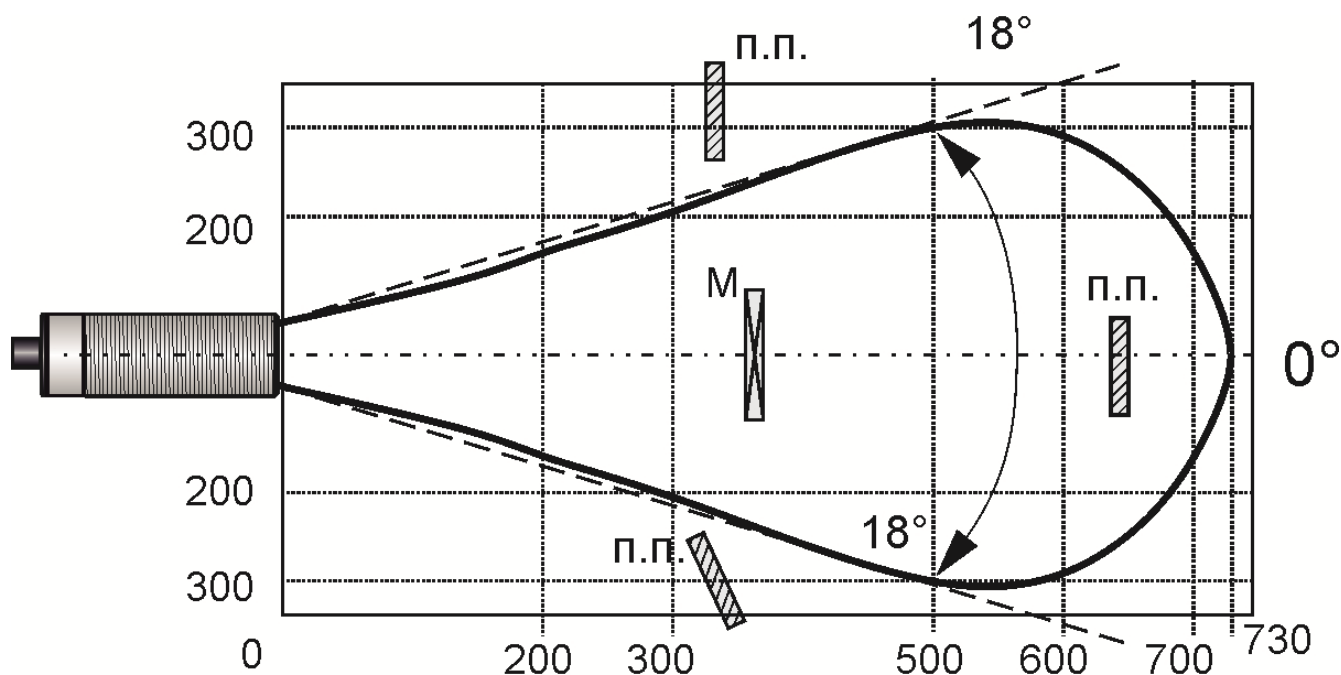

Рис.2 Диаграмма направленности
7.10 Полный угол пучка ультразвуковых колебаний датчика составляет 36°. Объект воздействия должен располагаться параллельно чувствительной поверхности датчика. При наклоне объекта воздействия, максимальная граница зоны чувствительности уменьшается. На рис.2 представлена область взаимодействия ультразвуковых колебаний датчика на объект воздействия. Во избежание ложных срабатываний, в этой области, а также перед объектом воздействия не должны находиться посторонние предметы. Допускается наличие посторонних предметов за объектом воздействия.